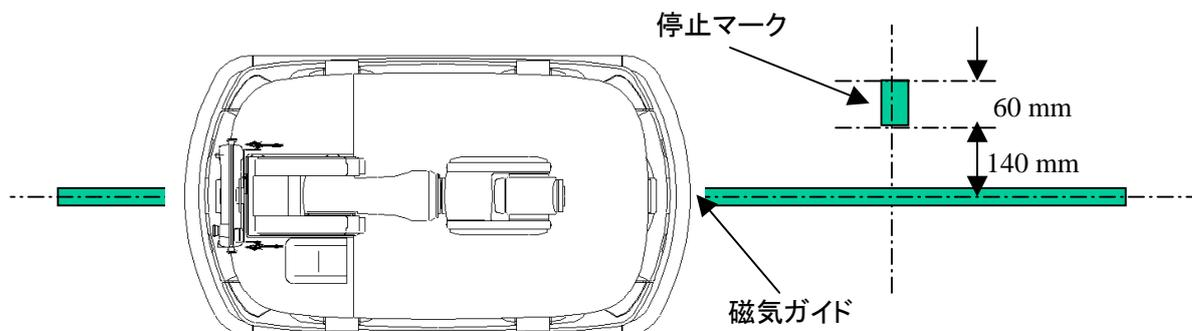

図2-15 停止マークと磁気ガイドとの設置の位置関係
- (5) 停止マークと磁気ガイドの位置関係を、図 2-15 に示します。